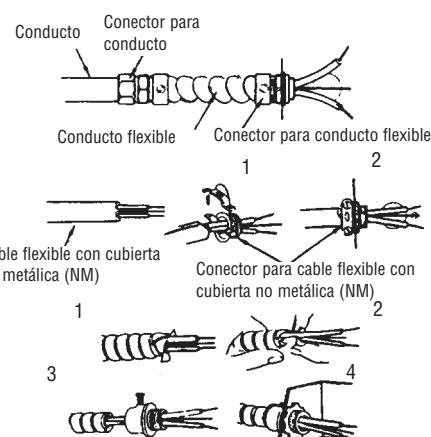

Figura 2 – Conectores, cable y accesorios de montaje utilizados para el cableado del UH724STA
NOTA: para algunas aplicaciones puede que sea necesario un conducto (vea la Figura 2). Verifique los códigos eléctricos locales. Si el cableado se tiende por un conducto, asegúrese de que haya una cantidad suficiente de conducto flexible como para permitir el giro del calefactor en caso de ser necesario.
2. Instale los conectores de cable en la unidad (vea la Figura 2), y deslice el cable calibre alambre de calibre 8 a través del conector de cable. Quando haga las conexiones, extraiga a través del conector una cantidad suficiente de cable para trabajar.